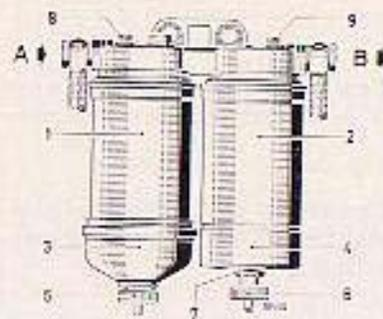

Bild 73
1. Die beiden Entlüftungsschrauben ⑧ und ⑨ (Bild 73) an den Kraftstofffiltern herausschrauben und warten, bis der Kraftstoff blasenfrei austritt.
2. Anschluß der Kraftstoffleitung ① an der Einspritzpumpe lösen und den Hebel ③ der Förderpumpe betätigen, bis am Leitungsende blasenfreier Kraftstoff austritt. Anschlußschraube wieder festziehen.
3. Oberwurfmutter der Einspritzleitungen ② an den Düsenhaltern lösen und den Anlasser betätigen, bis auch hier der Kraftstoff blasenfrei austritt.